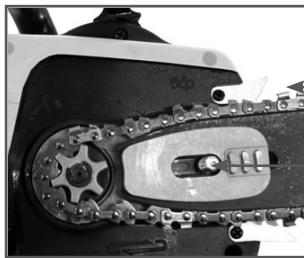

Рис. 4 Установка цепи и шины
- Установите шину с цепью на шпильку, одновременно наденьте цепь на ведущую звездочку (Рис. 4).